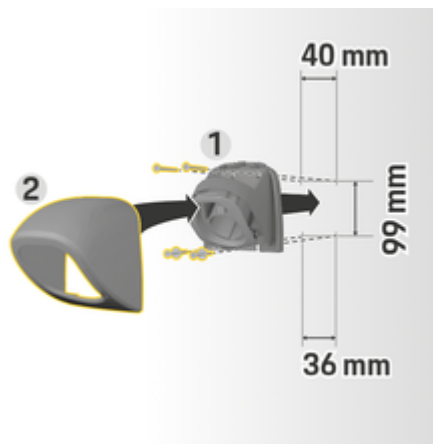

Fig. 8: Cotes de perçage
1. Retirez le support de connecteur 1 (Fig. 8) du cache 2 (Fig. 8).
4. Vissez le support du connecteur 1 (Fig. 8) au mur.
5. Mettez en place le cache 2 (Fig. 8) sur le support du connecteur 1 (Fig. 8) par le bas et enfoncez-le vers le haut.